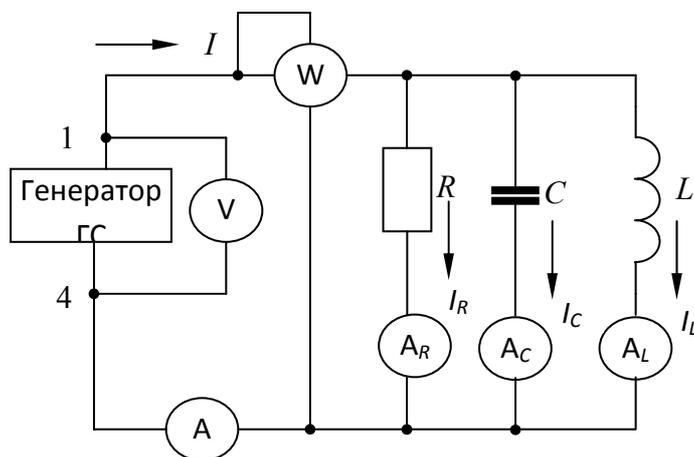

Рис. 5.6. Электрическая цепь лабораторного
На универсальном лабораторном модуле смонтирован стенд, содержащий электрическую цепь со сменными активно-реактивными элементами, соединенными параллельно (рис. 5.6). Переменное синусоидальное напряжение на элементы электрической цепи подается от высокочастотного генератора сигналов (ГС), имеющего широкий диапазон изменения частот от 0 до 100 кГц. Наличие именно такого генератора позволяет провести экспериментальные исследования по изменению общего тока и тока на элементах  $R$ ,  $L$  и  $C$  электрической цепи от вариаций частоты высокочастотного генератора и проверить их с теоретически полученными результатами.
1. Изучите теоретические положения цепей синусоидального тока, порядок выполнения данной работы, ознакомьтесь с лабораторным стендом и электрической схемой цепи (рис. 5.6). Получите у преподавателя допуск к выполнению работы.
1.4. Подключите миллиамперметр к гнездам рабочего амперметра (рис. 5.6), соединив «⊥» с «⊥» – корпусом сменной панели.
2. Занесите заданное преподавателем значение напряжения в название табл. 5.1 и установите его значение на генераторе напряжения. Для этого переключатель пределов измерения переводят в нижнее положение ГН с пределом измерения 10 В. Измерение напряжения осуществляют между точками 1 и 4 расчетной схемы (рис. 5.6). Регулировка напряжения осуществляется соответствующим регулятором амплитуды генератора сигналов. Установку напряжения и измерение производят только под контролем преподавателя или лаборанта. После установки напряжения ручку регулятора амплитуды трогать запрещается, т. к. это в значительной степени влияет на точность проведения эксперимента.